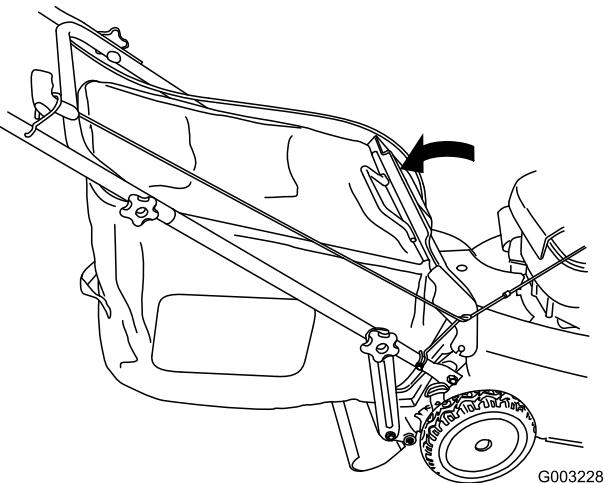

Figura 27
- Baje la puerta trasera (Figura 27).